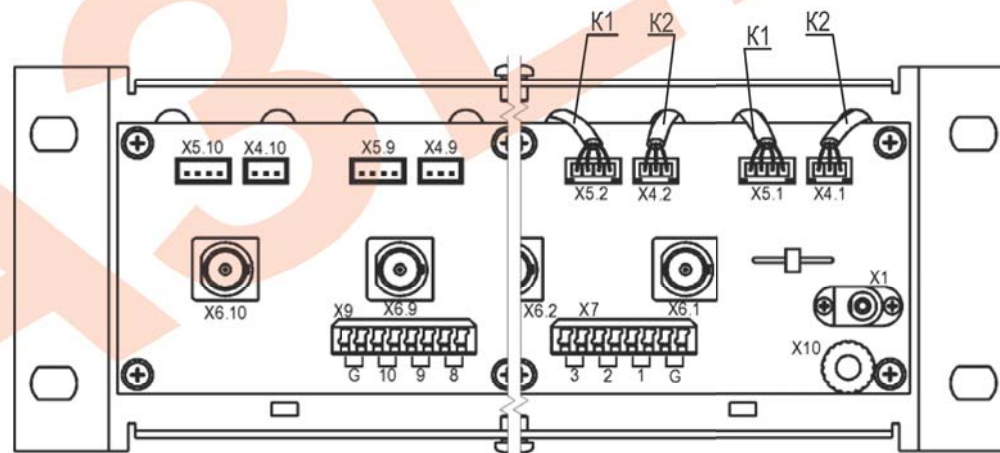

Рис.1 Вид сзади (крышка снята)
- Подключить сигнальные линии, идущие от передатчиков, к разъёмам X7 ÷ X9 (рис.1). На данных разъёмах пронумерованы пары контактов. Линию, идущую от передатчика №1 необходимо подключить к первой паре контактов (1) разъёма X7, линию от передатчика №2 к паре контактов 2 разъёма X7. Аналогично подключаются линии 3 ÷ 10.
- Подключить дренажные проводники (проводники имеющие контакт с экраном кабеля) к любому из двух разъёмов X7, X9 контакт G (рис.1).
- Соединить клемму заземления X10 (рис.1) проводом с шиной заземления.
- Подключить блок питания к крейту с помощью разъёма питания X1 (рис.1).
Выходные видеосигналы снимаются с соответствующих BNC-разъёмов X6.1 ÷ X6.10 (рис.1).